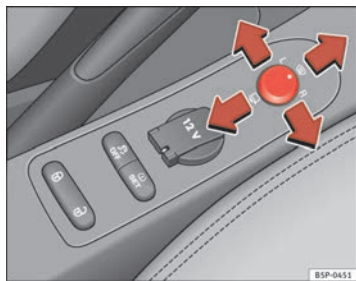

Abb. 86 Drehknopf für Außenspiegeleinstellung
1. Drehen Sie den Drehknopf ⇒ Abb. 86 zunächst in Stellung **L** (**linker Außenspiegel**).
- Drehen Sie den Drehknopf nach vorne auf die mittlere Stellung ⇒ Abb. 86 ①, damit die Heizung der Außenspiegel und die Funktion der beheizbaren Windschutzscheibe* im Bereich der Ruhstellung der Wischerblätter eingeschaltet wird ⇒ Seite 135.
- Drehen Sie den Drehknopf ⇒ Abb. 86 in Stellung ☰, um die Außenspiegel anzuklappen. Sie sollten die Außenspiegel immer anklappen, wenn Sie eine automatische Waschanlage durchfahren, um Beschädigungen zu vermeiden.